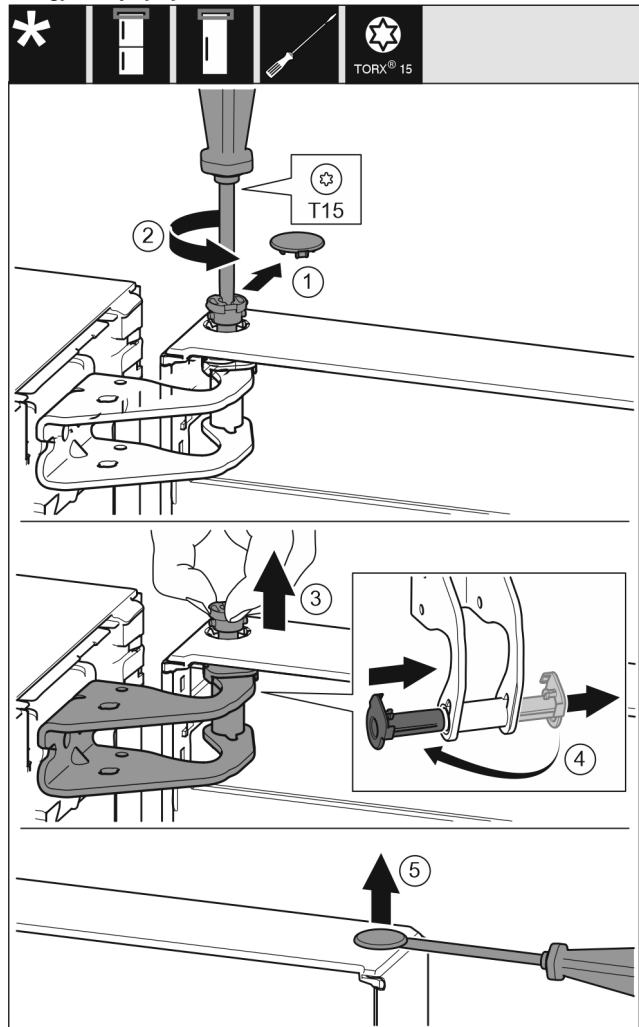

Fig. 6
► Nxirrni me kujdes kapakun mbulues të siguresës. Fig. 6 (1)
► Lironi paksa bulonin me një kaçavidë T15. Fig. 6 (2)
► Mbani derën fort dhe nxirrni jashtë bulonin me gisht. Fig. 6 (3)
► Nxirrni jashtë nga foleja udhëzuese manikotat e kapjes. Futni në vend ato të anës tjetër dhe mbërthejini në vend. Fig. 6 (4)
► Ngrini lart me kujdes me një kaçavidë tapat nga manikotat e kapjes së derës dhe nxirrni jashtë. Fig. 6 (5)